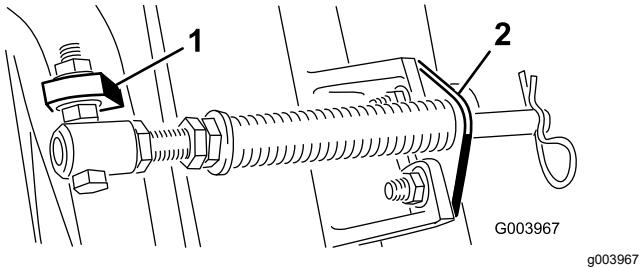

**Bild 4**
1. Nehmen Sie die zwei Schlossschrauben und Muttern ab, mit denen die Stangenhalterung an den Nasen des Mähwerks befestigt ist (Bild 4).
2. Nehmen Sie die Bundmutter ab, mit denen die Schraube des Federrohrs an der Trägerrahmennase befestigt ist (Bild 4). Nehmen Sie das Bauteil ab.
**Hinweis:** Positionieren Sie den Schraubenkopf zur Außenseite der Nase, wie in Bild 4 dargestellt.